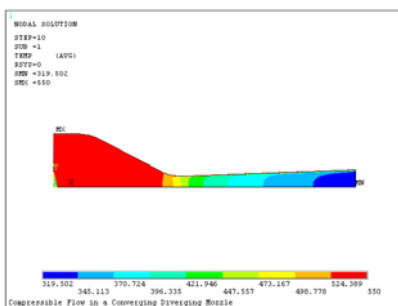

图 6-42 流体纵截面温度场分布等值线图
- ③ 在“Item to be contoured”列表框中依次选择 DOF Solution→Nodal Temperature, 单击“OK”按钮, ANSYS 窗口将显示如图 6-42 所示的流体纵截面温度场分布等值线图。